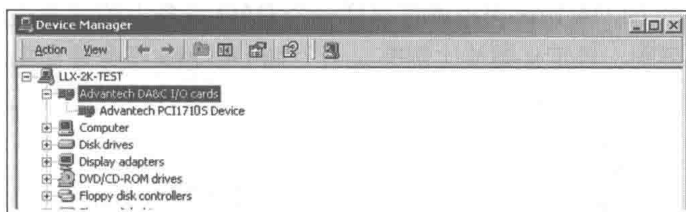

图 16-35 “Device Manager”界面
step 2 接下来需要检查板卡是否安装正确。右击“我的电脑”,在快捷菜单中选择“属性”项,弹出“系统属性”对话框。切换到“硬件”选项卡,单击“设备管理器”按钮,在弹出的窗口中,可以看到板卡是否已经成功安装,如图 16-35 所示。